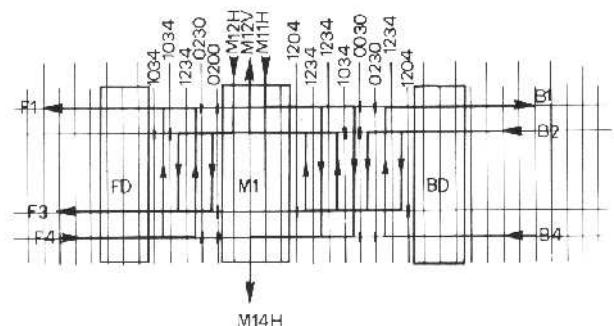

Fig. 6
- (Fig. 6)
O esquema (fig. 6) mostra o permutador de lado, com as placas e o fluxo dos líquidos. As linhas horizontais indicam os quatro